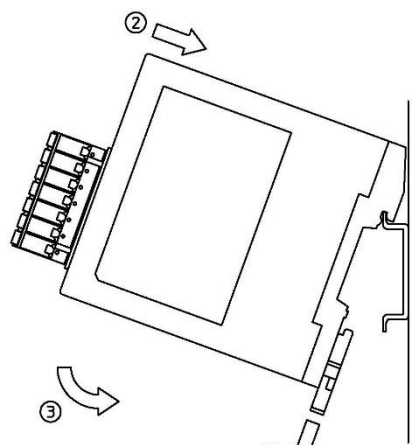

図 2.2-2
- 本器のロックレバーを下げ(①)、約20°の角度でDINレールに引っ掛け(②)、取り付けます(③)。(図2.2-2)